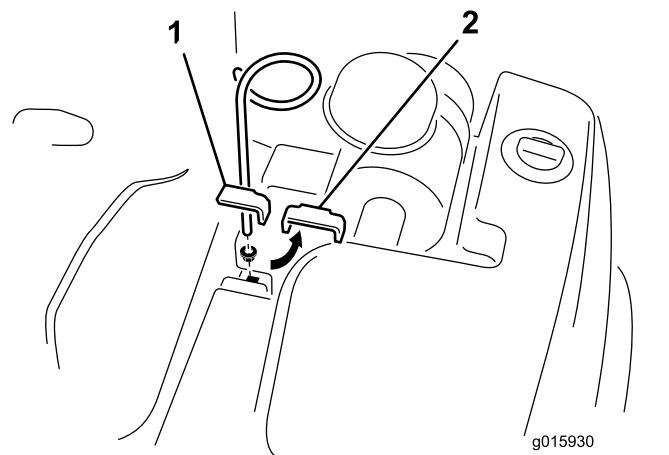

Bild 6
1. Entfernen Sie die Schraube, Scheibe und Mutter, mit denen die obere Hydraulikbehälterklemme am Rahmen befestigt ist (Bild 6).
Hinweis: Positionieren Sie die Schlauchführung wie in Bild 6 dargestellt.